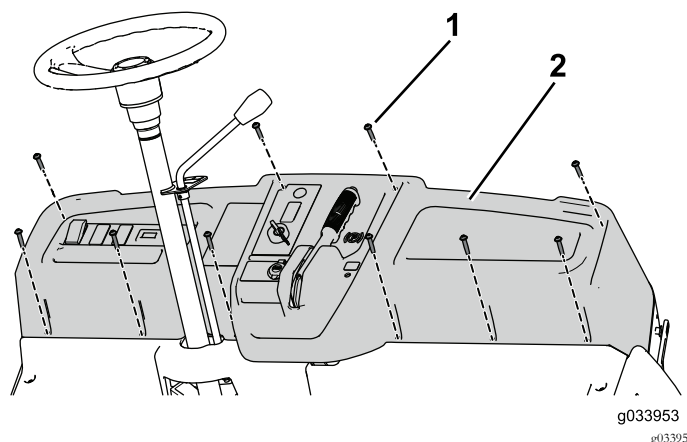

Figure 81
- Utilisez les 10 vis (1/4" x 1 1/4") pour fixer le tableau de bord à la machine (Figure 81).